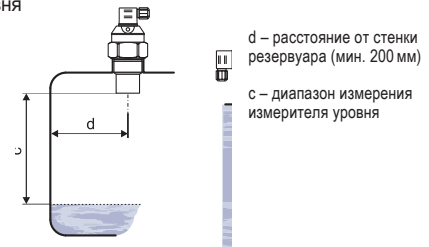

Рис. 3: Расстояние между измерителем уровня и стенкой резервуара
- Минимальные **размеры** при монтаже в крышке или потолке резервуара приведены на рис. 3.